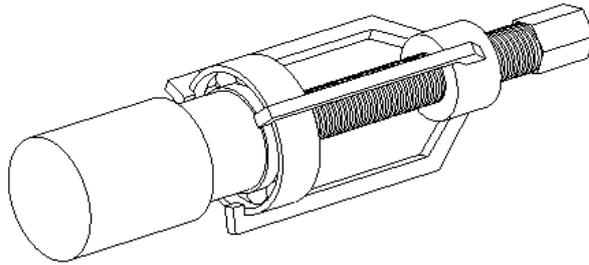

Figura 7-1. Extractor de cojinetes
3. Golpee levemente para retirar el casquillo del lado DE (LA).
5. Extraiga el cojinete de bola con un extractor (vea la *figura 7-1. Extractor de cojinetes*).